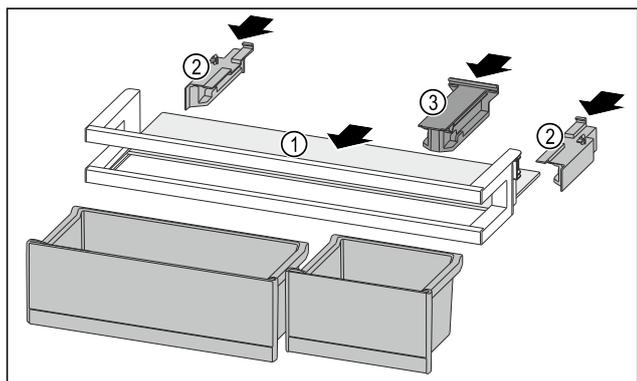

Fig. 98
- ▶ 将搁板 Fig. 98 (1) 推入侧面凹槽。
- ▶ 插入侧面部分 Fig. 98 (2)。
- ▶ 插入定位件 Fig. 98 (3)。